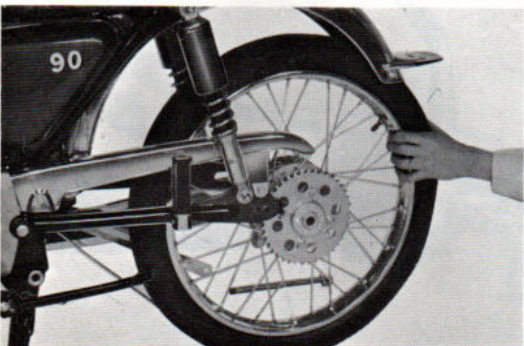

Fig 111 Dépose de la roue
- 6) Déposer la roue arrière. (Fig. 111)